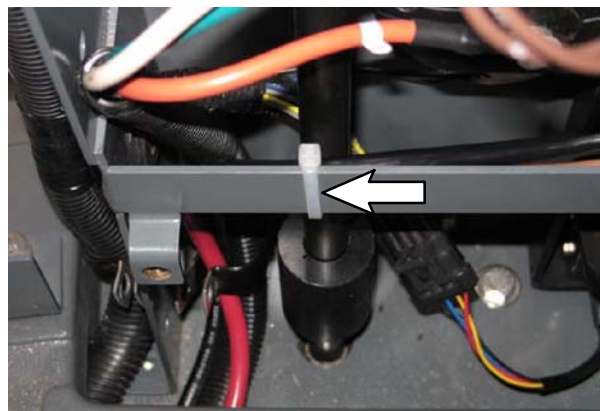

ABB. 51
30. Drehen Sie das Lenkrad so, dass das Vorderrad erneut direkt nach vorne zeigt. (Abb. 51)